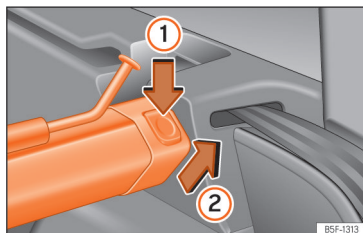

Fig. 186 Na bagageira: desmontar a rede de separação.
- Pressione o botão de desbloqueio esquerdo ou direito >>> Fig. 186 ①.
- Retire a carcaça do suporte no sentido da seta >>> Fig. 186 ②.
- Pressione a carcaça nos suportes esquerdo e direito no sentido contrário ao da seta >>> Fig. 186 ② até que encaixe. As marcas vermelhas dos botões de desbloqueio não se devem ver.